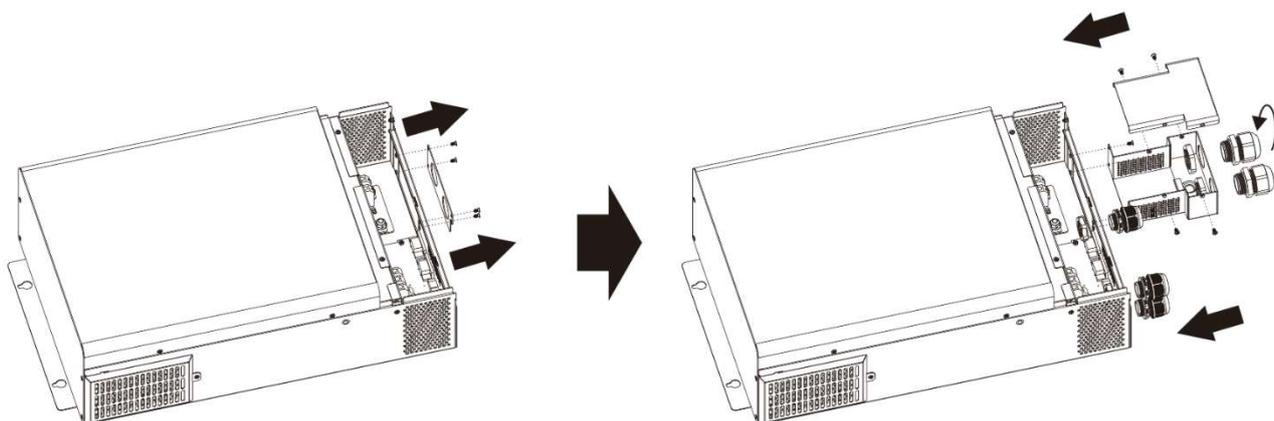

Fig. 3: Instalação de prensa-cabos e caixa de extensão de fiação da bateria
1. Remova o painel frontal removendo 4 parafusos (**Fig. 3**, esquerda).
2. Monte a caixa de extensão da fiação da bateria e monte no lugar do painel frontal (**Fig. 3**, à direita) com parafusos.
3. Instale os 5 prensa-cabos incluídos (**Fig. 3**, à direita).